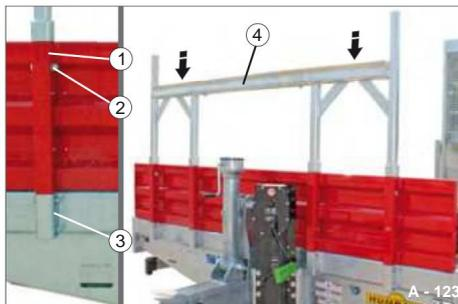

Fig. 176 Staffa di supporto fissata alla parete frontale
- ÿ Se necessario, rimuovere il collegamento a vite dai montanti della parete anteriore (Fig. 176/1).
- ÿ Contemporaneamente inserire il telaio di supporto (Fig. 176/4) nel montante della parete anteriore (Fig. 176/1).
- ÿ Fissare il telaio di supporto con il collegamento a vite (Fig. 176/2).